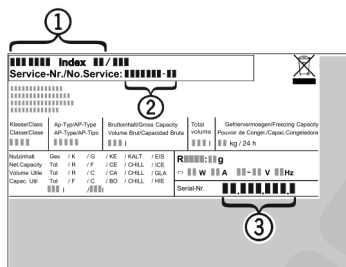

Fig. 11
- A készülék megnevezését *Fig. 11 (1)*, a szerviz- *Fig. 11 (2)* és sorozatszámot *Fig. 11 (3)* a típus-tábláról olvassa le. A típustábla a készülék belsejében baloldalon található.
- ▶ Értessítse a vevőszolgálatot a hibáról, és adja meg nekik a készülék megnevezését *Fig. 11 (1)*, a szerviz- *Fig. 11 (2)* és a sorozatszámot *Fig. 11 (3)*.